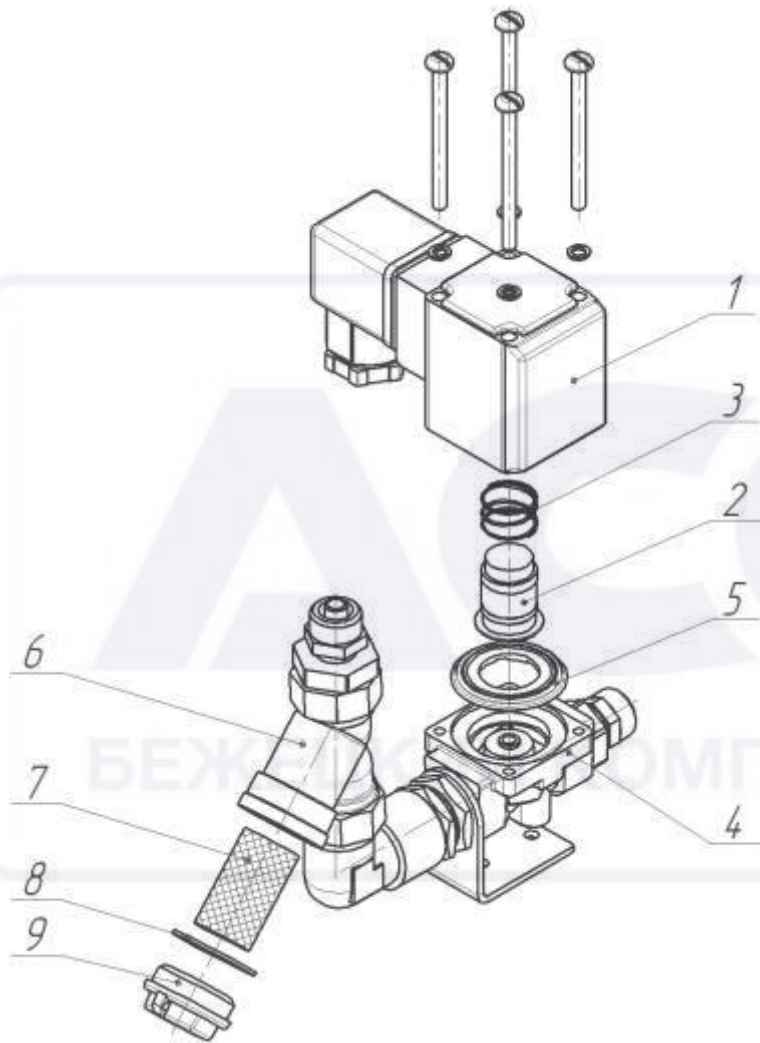

Рисунок 5 – Устройство слива конденсата
• Не происходит слив конденсата (ни масла, ни воды)	1. Проверить монтаж электропроводки. 2. Загрязнение фильтра предварительной очистки в устройстве для слива конденсата; почистить фильтрационную сетку 7 (рис. 5) 3. Перегорела катушка электромагнитного клапана в устройстве для слива конденсата; заменить катушку. 4. Засорение или заклинивание электромагнитного клапана в устройстве для слива конденсата; клапан почистить или заменить (рис. 5). 5. Проверить работоспособность терморегулятора; если неисправность сохраняется, заменить.